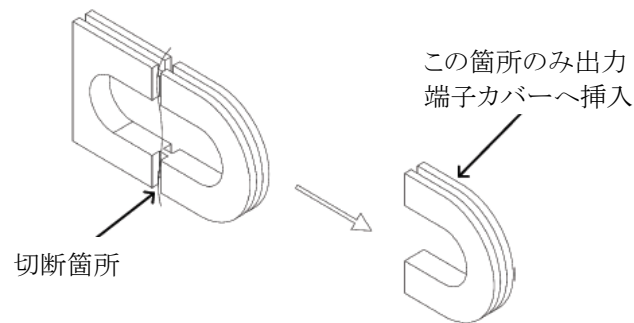

図4-32 プラスチックプロテクターの切断方法
4. 図4-32に示すようにプラスチックプロテクターを切断します。
切断したプラスチックプロテクターのうち、図4-32に記載のある箇所のみ出力端子カバーへ挿入します。
線径の太い負荷線が必要な場合は、図4-32のようにプラスチックプロテクターを切断し切断箇所のみ使用ください。